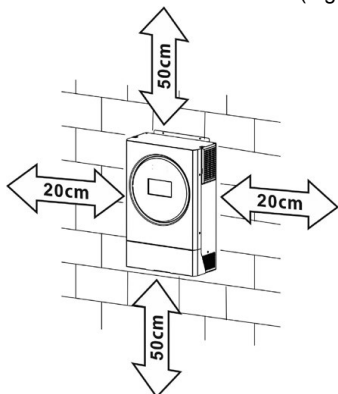

Figura 4.3 - Distanze minime dell'inverter
- Assicurarsi di rispettare gli spazi minimi di installazione come mostrato in Figura 4.3 per garantire una sufficiente dissipazione del calore e avere spazio sufficiente per rimuovere i fili.